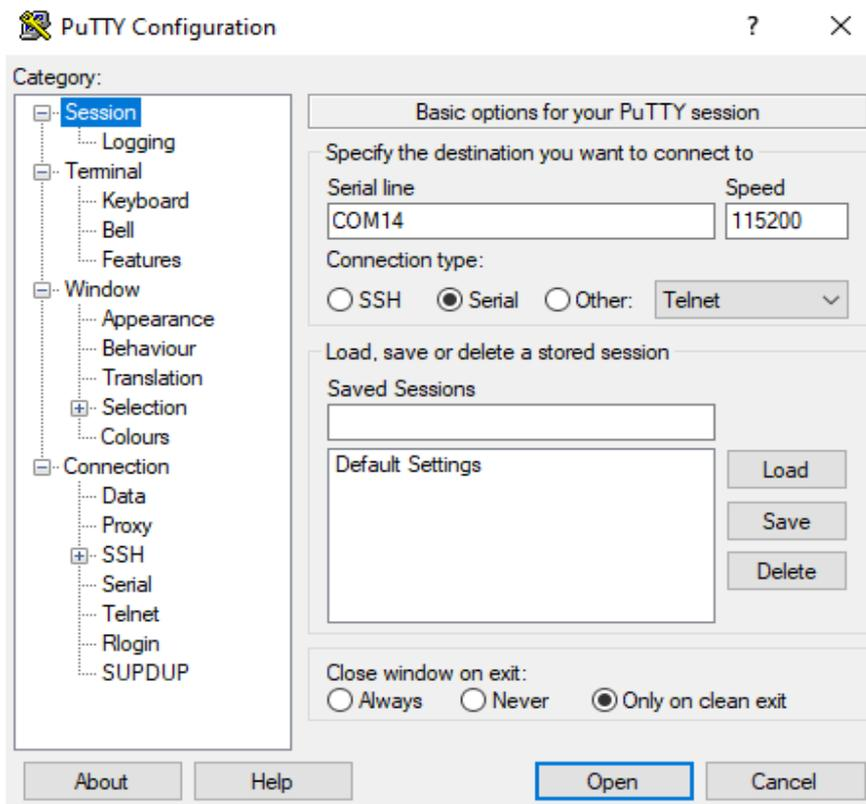

Рисунок 44. Установка параметров соединения
- 4) В разделе «Session» ввести номер USB-порта, к которому подключен контроллер (см. Рис. 44) и нажать кнопку «Open».
В открывающемся окне установить параметры USB-порта согласно Рисунку 45, после чего установить параметры соединения (см. Рис. 44). После чего следует нажать «Open».